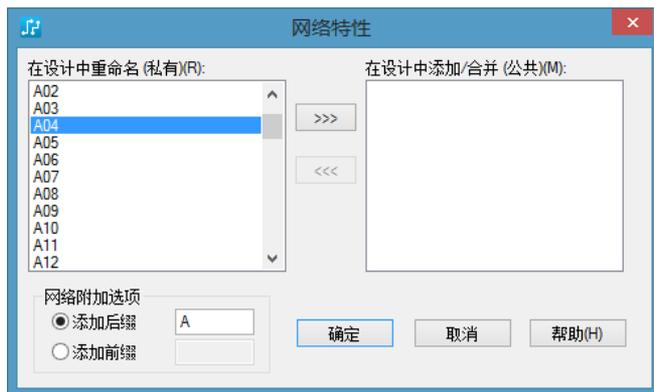

图 14-35 “网络特性”对话框
6) 网络特性:单击“网络特性”按钮,弹出如图 14-35 所示的对话框。